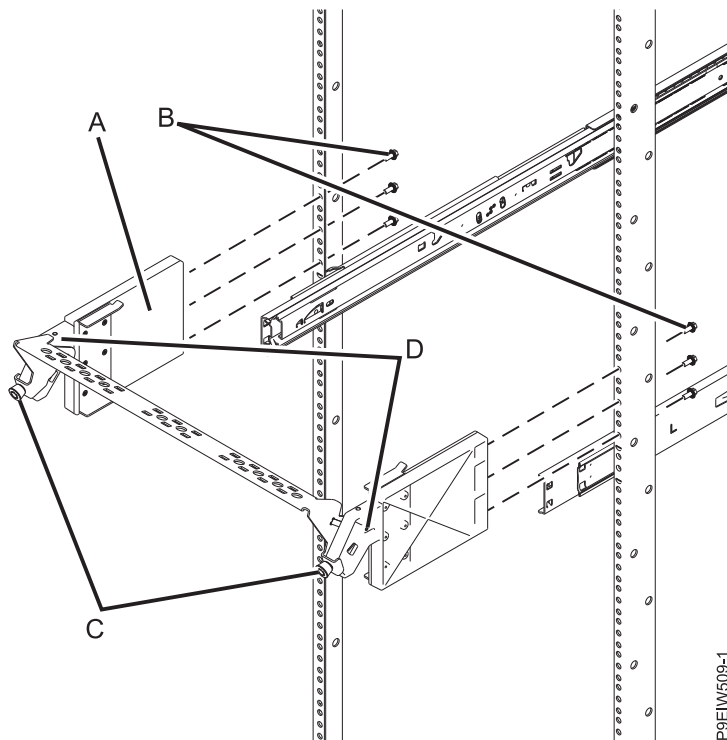

Figura 11. Fijación de la abrazadera portacables al bastidor
3. Ensamble la abrazadera portacables conectando la barra de gestión de cables a las abrazaderas portacables, utilizando dos tornillos M3 (D), tal como se muestra en la Figura 11 en la página 14.
- a. En la parte posterior del bastidor, sostenga un lado de la abrazadera portacables ensamblada (A) contra el reborde de bastidor. Asegúrese de que la abrazadera esté alineada con las ubicaciones marcadas en el paso 2.
- b. Desde dentro del bastidor, instale tres tornillos (B) a través de los rebordes del bastidor y en la abrazadera portacables (A), tal como se muestra en la Figura 11.
5. Ajuste la abrazadera portacables de acuerdo con sus necesidades tirando de los tornillos de mano (C) e inclinando la abrazadera, tal como se muestra en la Figura 11.